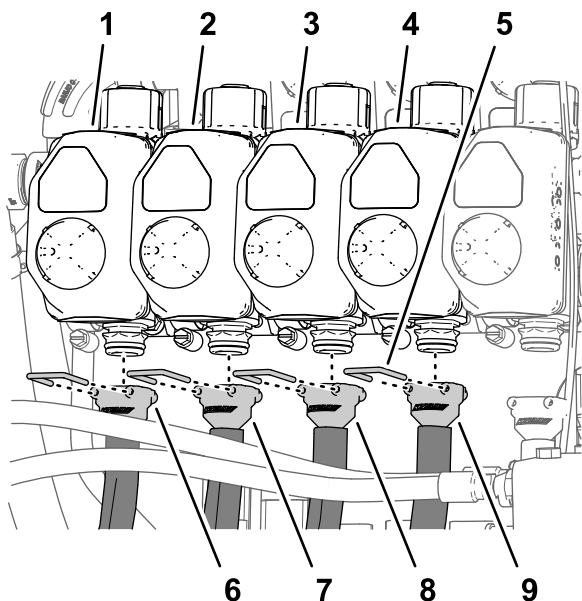
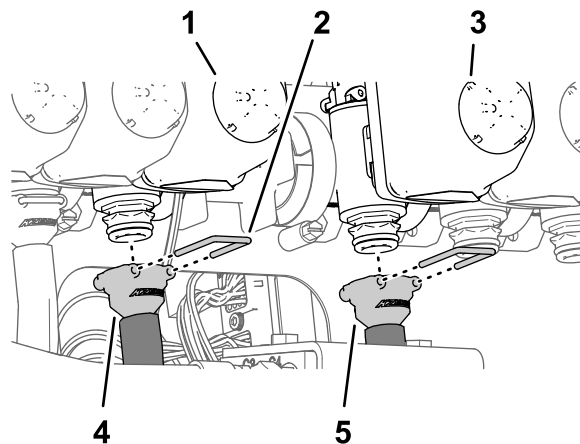

Рисунок 124
Рисунок 125
Примечание: Расположения клапанов сопел см. на Рисунок 124 в разделе Подсоединение шлангов к клапанам сопел с 1 по 4 \(страница 63\), на Рисунок 125 в разделе Подсоединение шлангов к клапанам сопел 5 и 6 \(страница 63\) и на Рисунок 126 в разделе Подсоединение шлангов к клапанам сопел с 7 по 10 \(страница 64\).
1. Установите прямой штуцер типа «елочка» шланга подачи длиной 279 см на соединительную муфту клапана сопла 1 (Рисунок 124).
2. Прикрепите штуцер типа «елочка» к соединительной муфте с помощью держателя (Рисунок 124).
3. Установите прямой штуцер типа «елочка» шланга подачи длиной 234 см на соединительную муфту клапана сопла 2 (Рисунок 124).
4. Прикрепите штуцер типа «елочка» к соединительной муфте с помощью держателя (Рисунок 124).
соединительную муфту клапана сопла 3 (Рисунок 124).
6. Прикрепите штуцер типа «елочка» к соединительной муфте с помощью держателя (Рисунок 124).
7. Установите прямой штуцер типа «елочка» шланга подачи длиной 188 см на соединительную муфту клапана сопла 4 (Рисунок 124).
8. Прикрепите штуцер типа «елочка» к соединительной муфте с помощью держателя (Рисунок 124).
1. Установите прямой штуцер типа «елочка» шланга подачи длиной 81 см на соединительную муфту клапана сопла 5 (Рисунок 125).
2. Прикрепите штуцер типа «елочка» к соединительной муфте с помощью держателя (Рисунок 125).
3. Установите прямой штуцер типа «елочка» шланга подачи длиной 81 см на соединительную муфту клапана сопла 6 (Рисунок 125).
4. Прикрепите штуцер типа «елочка» к соединительной муфте с помощью держателя (Рисунок 125).